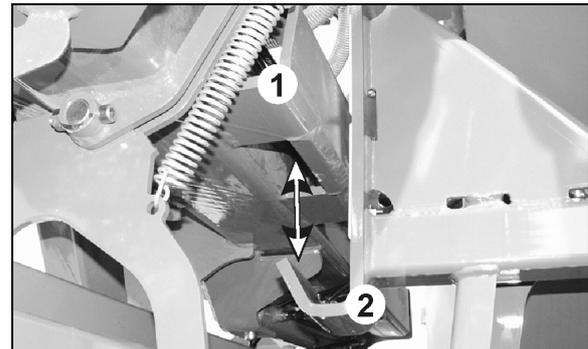

Fig. 175
3. Maschinenausleger (Fig. 175/1) soweit einklappen, bis sie an den Gleitkufen der Transportverriegelung (Fig. 175/2) anliegen.
4. Maschinenausleger (Fig. 175/1) in die Transportverriegelung (Fig. 175/2) absenken.